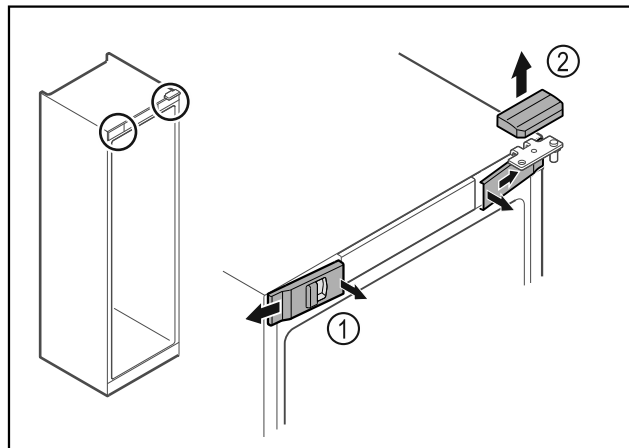

Fig. 9
- ▶ Lossa skydden fram Fig. 9 (1) på insidan och ta av dem åt sidan.
- ▶ Ta av det övre skyddet Fig. 9 (2) uppåt.